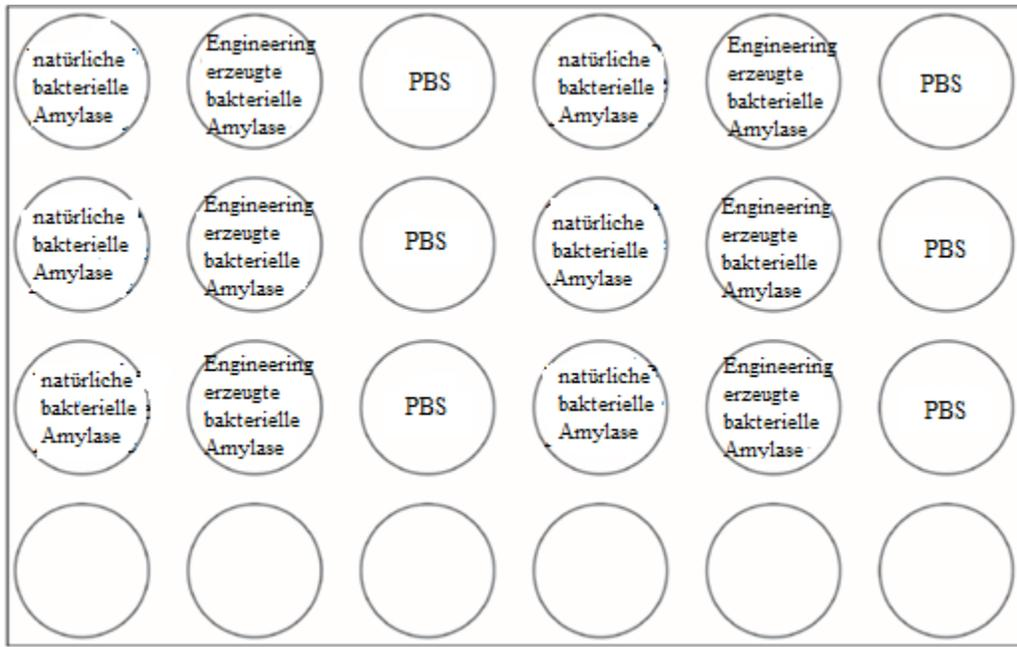

Abb. 2
1. Legen Sie je 1 ml Stärkelösung in jede Mulde der ersten drei Reihen von je sechs Mulden einer 24-Muldenplatte (Abb. 2.). Die unterste Reihe wird nicht gebraucht.
2. Fügen Sie 300 µl natürliche bakterielle Amylase-Lösung zur ersten und vierten Mulde jeder Reihe (siehe Abbildung 2.) hinzu. Mischen Sie sie gründlich, 2 Sekunden lang mit der Spitze der Mikropipette. Wechseln Sie die Pipettenspitzen vor Schritt 3.
3. Fügen Sie 300 µl durch Protein-Engineering hergestellte bakterielle Amylase-Lösung zur zweiten und fünften Mulde jeder Reihe (siehe Abbildung 2) hinzu. Mischen Sie sie gründlich 2 Sekunden lang mit der Spitze der Mikropipette. Wechseln Sie die Pipettenspitzen vor Schritt 3.
4. Fügen Sie 300 µl 1X PBS, pH 7.0 zur dritten und sechsten Mulde jeder Reihe (siehe Abbildung 2) hinzu. Mischen Sie sie gründlich 2 Sekunden lang mit der Spitze der Mikropipette.
5. Fügen Sie 20 µl Stärke Indikatorlösung (Lugol'sche Iodlösung) zu allen vierten, fünften und sechsten Mulden in jeder Reihe (Siehe Abbildung 2.) hinzu. Mischen Sie sie gründlich 2 Sekunden lang mit der Spitze der Mikropipette. Wechseln Sie die Pipettenspitzen nach jedem Gebrauch.
9. Messen Sie die Menge von Stärkeabbau (5 → 0 Skala) indem Sie den Grad von Aufhellung der Iodlösung von Schwarz (0) zum hellen Rot-braun oder klare Farbe (5) in den Mulden 4, 5, und 6 erfassen.